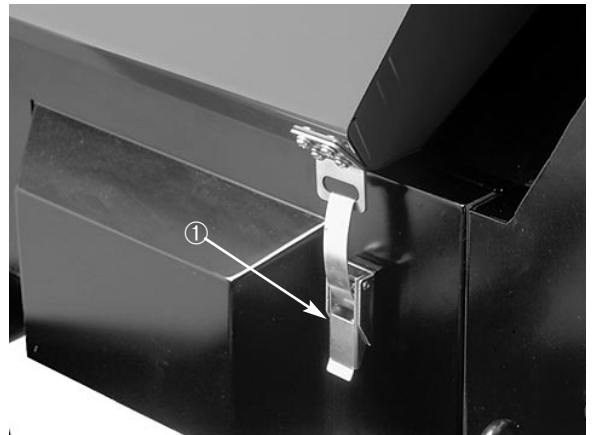

Bild 1
2. Die Laschen der Motorhaube (Bild 1) lösen und die Motorhaube öffnen.